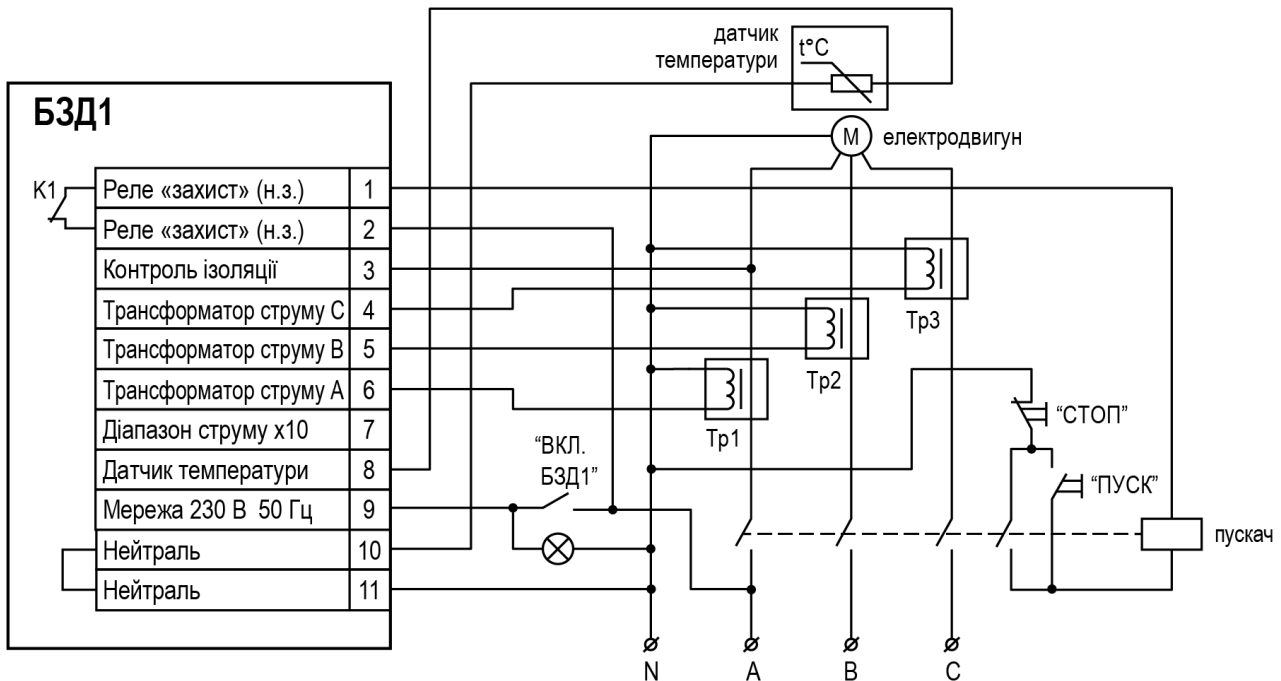

Рисунок 5.3 – Схема підключення
4. Закріпити фазні проводи так, щоб вони проходили через трансформатори струму під прямим кутом до їх магнітопроводів (див. рисунок 5.3).